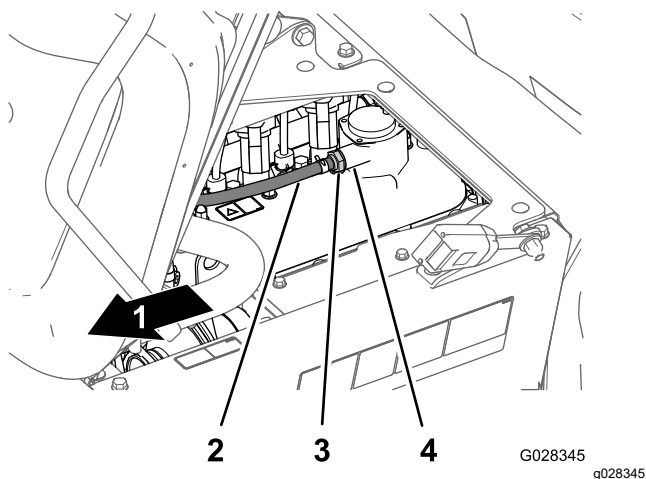

Figure 81
2. Déposez le clapet RGC du raccord sur le couvre-culasse (Figure 81).
Remarque: Si le restricteur interne du clapet RGC cliquète, le clapet est réparable; dans le cas contraire, remplacez le clapet (Figure 81).
4. Insérez le clapet RGC jusqu'à ce qu'il soit complètement engagé dans le joint du raccord du couvre-culasse (Figure 81).